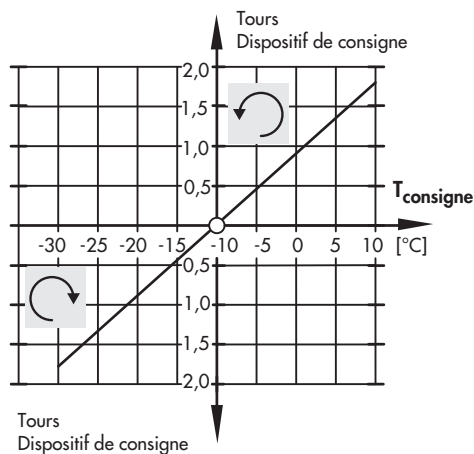

Fig. 3 · Diagramme de réglage – pour température de consigne $T_{\text{consigne}} = -10\text{ °C}$ (point de fermeture) –
Pour régler une température de consigne autre que celle de base, utiliser le diagramme de réglage (Fig. 3). Une rotation du dispositif de consigne correspond à une modification de la température de consigne d'environ 13 K.
- ▶ Tourner le dispositif de consigne (3) dans le sens inverse des aiguilles d'une montre, jusqu'à ce que le bruit de l'écoulement cesse - la vanne est fermée.
- ▶ L'écart de température déterminé divisé par 13 donne le nombre de rotations du dispositif de consigne nécessaires (voir Fig. 3).
- ▶ Bloquer le dispositif de consigne (3), visser le contre-écrou (3.2) et remettre le couvercle (3.1).